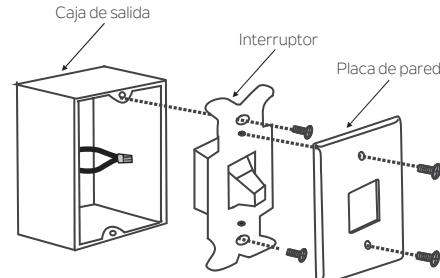

Figura 27
Paso 1. Retire la placa de pared existente y el interruptor antiguo de la caja de salida de pared. Conecte los cables NEGROS (corriente) con una tuerca para cables y empújelos para regresarlos al interior de la caja de salida. (**Figura 27**)